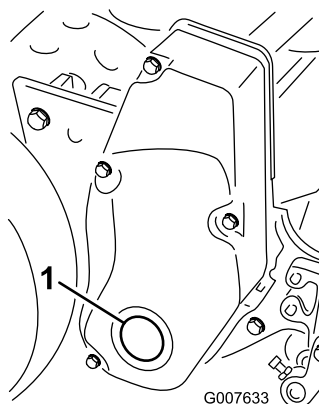

Рисунок 57
1. Снимите пробку с крышки правого привода барабана (Рисунок 57).